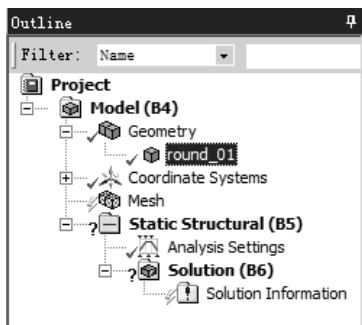

图 2.2.11 选择几何体
(1) 在图 2.2.11 所示的窗口中选中  round_01 几何体对象。